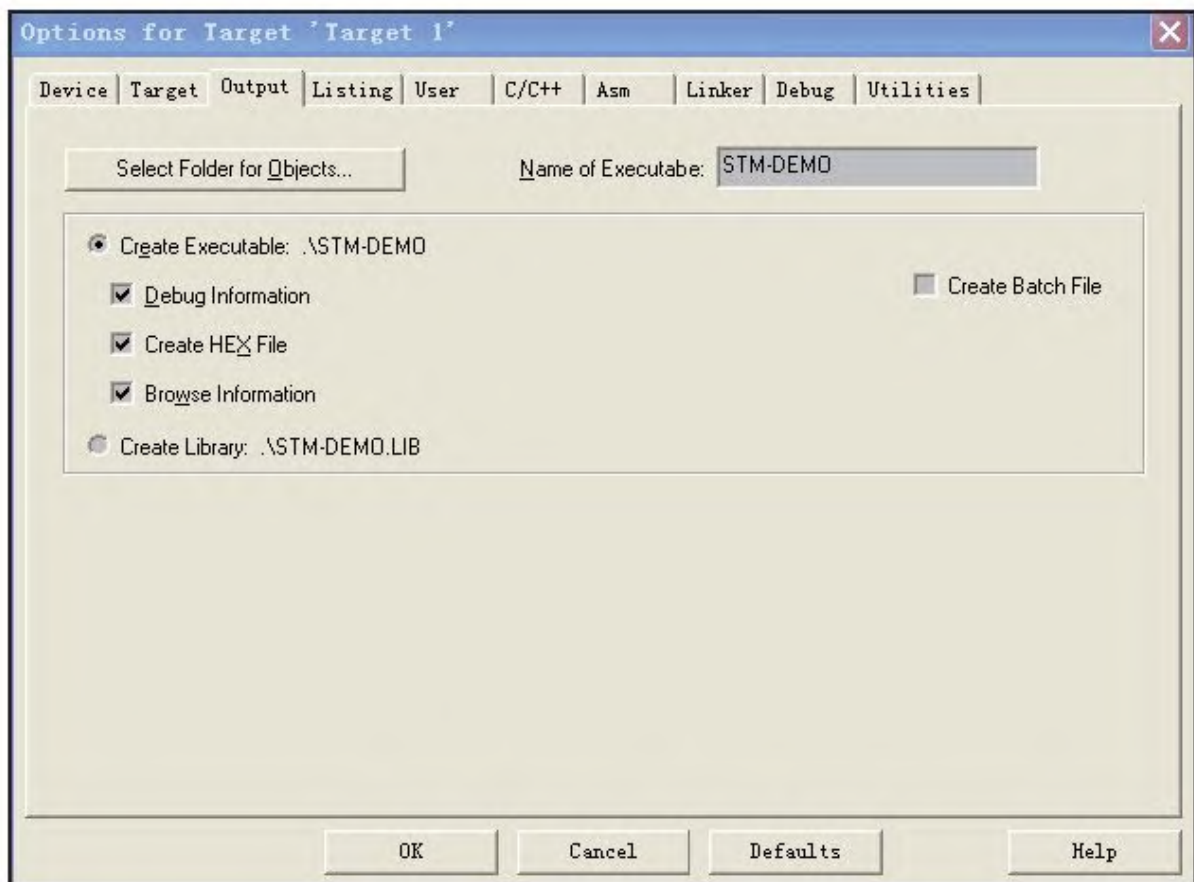

图 3-26 Output选项卡设置
20) 现在我们还需要再做一些工作我们的工程才算完成，主要修改如下几个选项卡，其他保持默认即可，见图3-26～图3-28。